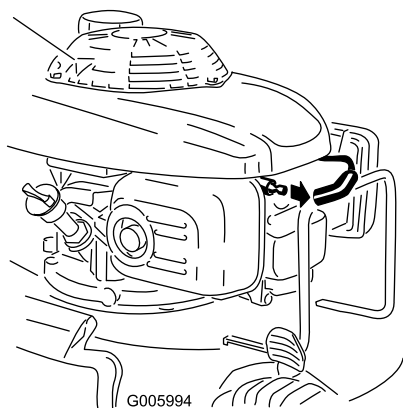

Figure 36
2. Débranchez la bougie (Figure 36) avant de procéder à un quelconque entretien.
2. Débranchez la bougie (Figure 36).